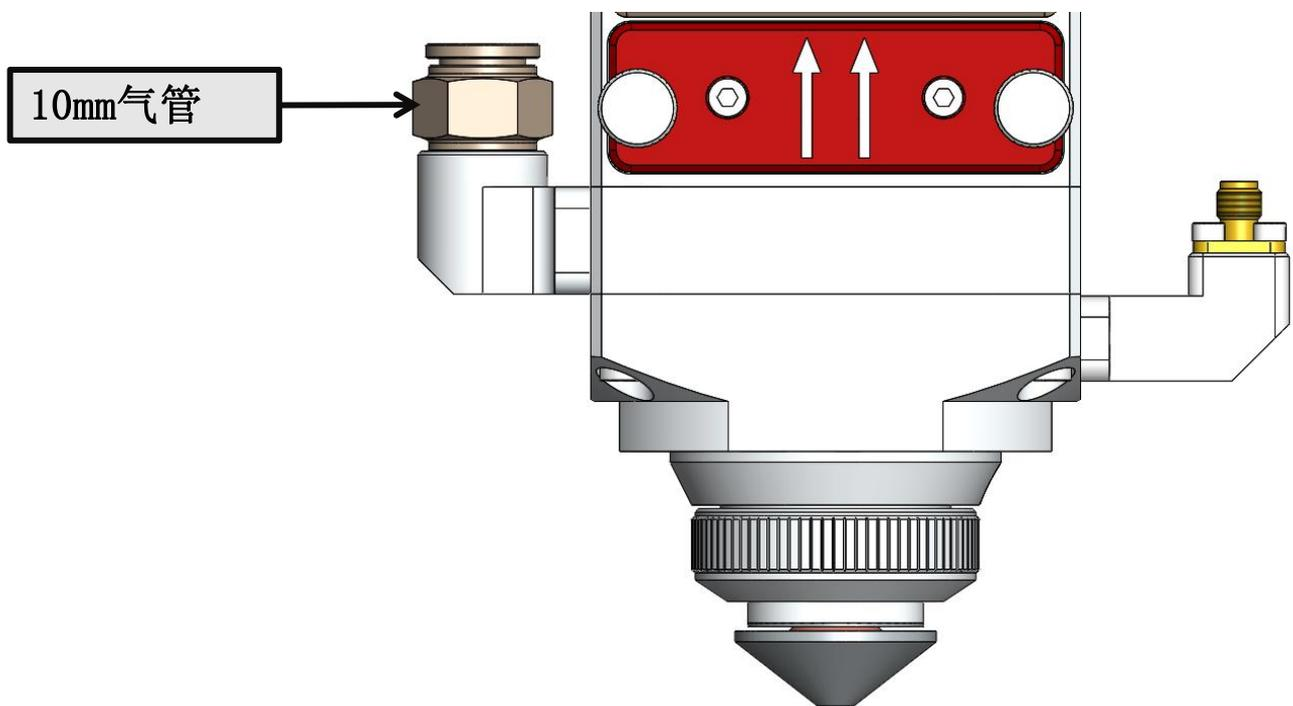

图1.4
① 输入口接10mm气管，如下图1.4所示，用于对接切割气体，输入压力 $<3.0\text{Mpa}$ 。